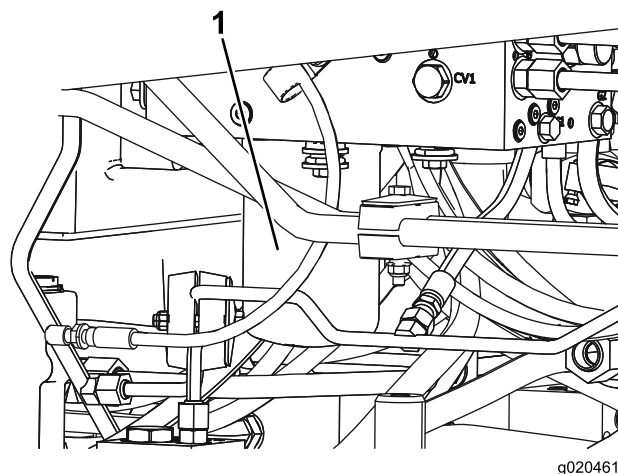

Bild 73
5. Wiederholen Sie die Schritte für den anderen Filter (Bild 73).